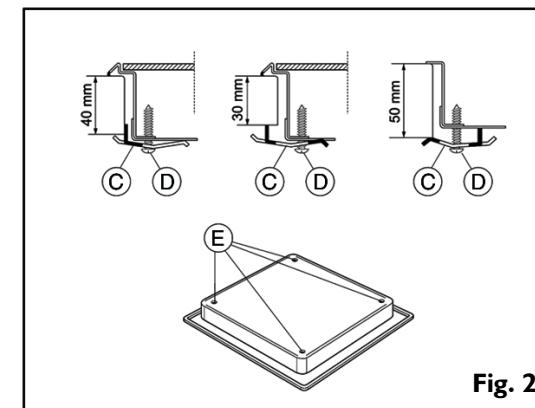

Fig. 2
Attention: si la table de cuisson doit être installée sur une surface autre qu'une surface en bois (marbre, plastique, céramique, pierre, etc.),appelez-vous de demander les plaques de fixation auprès de votre Service Après-vente (fig. 2) Code 4819 404 78697.
- Si le plan de travail est en marbre, en plastique, en céramique, en pierre naturelle, etc., fixez la table de cuisson au moyen des étriers (**C**) (fig. 2).**
- Positionnez les 4 étriers (**C**) en tenant compte de l'épaisseur du plan de travail, comme indiqué dans la fig. 2.
- Serrez les 4 vis (**D**) aux positions (**E**) (fig. 2).